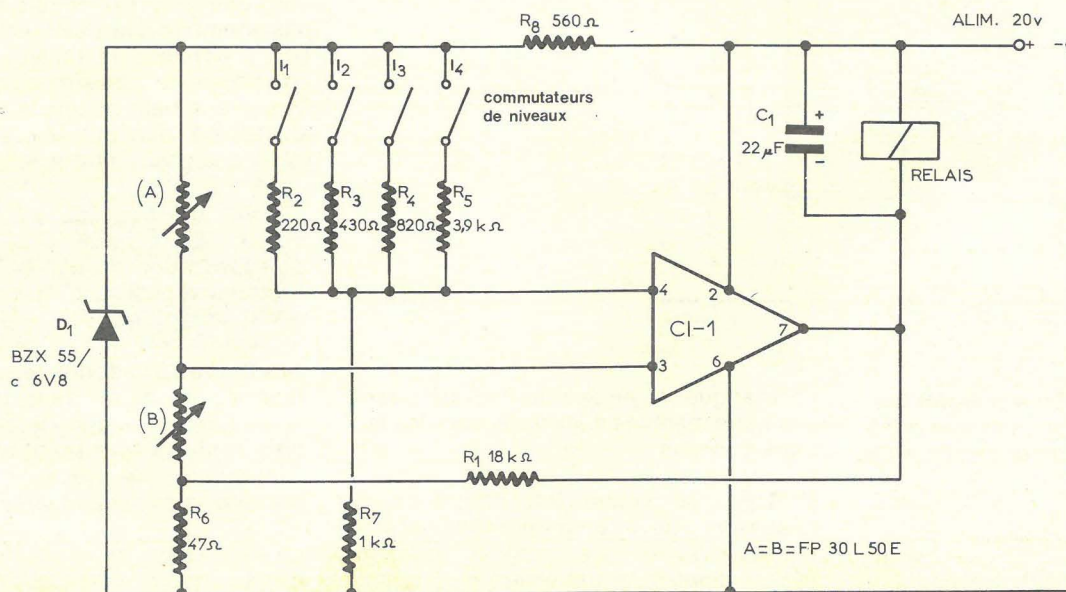

Figure 1
Voici aux figures 1 et 2, les schémas proposés par Siemens dans la revue « Composants électroniques » n°3 de septembre 1974.
Le relais miniature REL de la figure 1, de 970 Ω est du type suivant : V23016 - C0006 - A101.
Revenons aux figures 1 et 2. Deux magnéto-résistances (A) et (B) sont montées dans la capsule manométrique permettant de régler le niveau à quatre valeurs prédéterminées par programmation, entre 114 et 260 mm. Ces quatre valeurs correspondent aux contacteurs I_1 à I_4 et les résistances R_2 à R_5 qui leur sont associées. D'autres valeurs intermédiaires sont admissibles pour réaliser un nombre quelconque de niveaux, entre 90 et 260 mm.
Caractéristiques du montage Figures 1, 2, 3